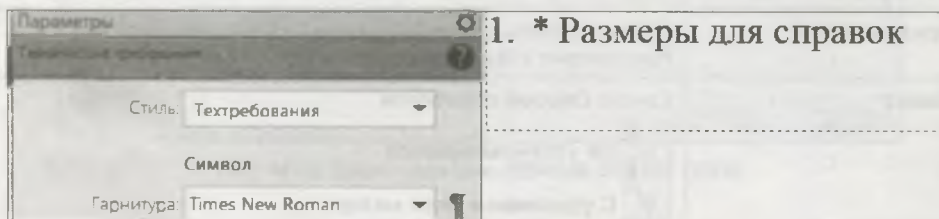

Рис. 14.13. Часть главного окна системы в режиме ввода технических требований
- ◆ из **Строки Главного меню** вызовите команду **Оформление** ► **Технические требования** ► **Задать/Изменить** — система перейдет в режим ввода технических требований (рис. 14.13). С левой стороны появится панель **Параметры: Технические требования** в режиме ввода текста, а с правой стороны — окно для ввода/редактирования текста. Основные отличия данного режима — это оранжевый цвет вкладки и заголовка панели **Параметров** и значок режима